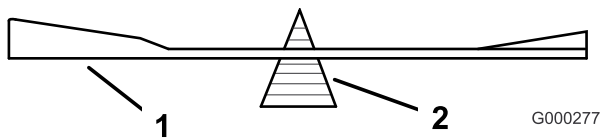

Figura 80
2. Verifique el equilibrio de la cuchilla colocándola sobre un equilibrador de cuchillas (Figura 80). Si la cuchilla se mantiene horizontal, está equilibrada y puede utilizarse. Si la cuchilla no está equilibrada, rebaje algo el metal en la parte de la vela solamente